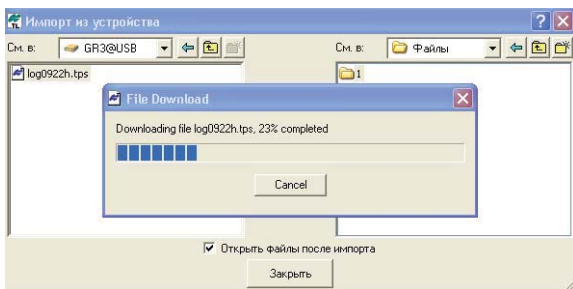

Рис. 5-5. Выбор файла и отображение процесса импорта
- В правой части диалогового окна **Импорт из устройства** выберите или, при необходимости, создайте папку, предназначенную для размещения файлов (Рис. 5-5).
- Для просмотра списка файлов нужного приемника выберите этот прибор двойным нажатием левой кнопки мыши по его значку или выбором пункта меню **Select (Выбор)** в выпадающем меню. Для импорта файлов из приемника в выбранную папку компьютера выделите их и нажмите на кнопку с двойной стрелкой (Рис. 5-5).
- Процесс импорта файла будет отображаться следующим образом (Рис. 5-5).